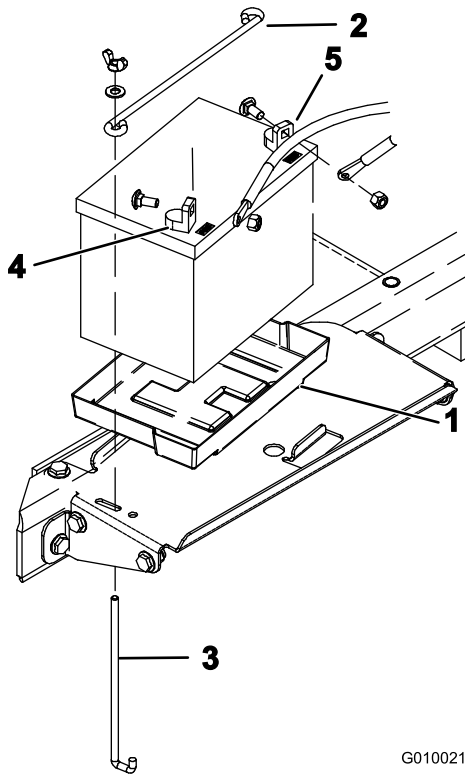

Figure 14
1. Placez la batterie sur le support dans le compartiment de la batterie (Figure 14). Installez la batterie en plaçant les bornes à l'extérieur.